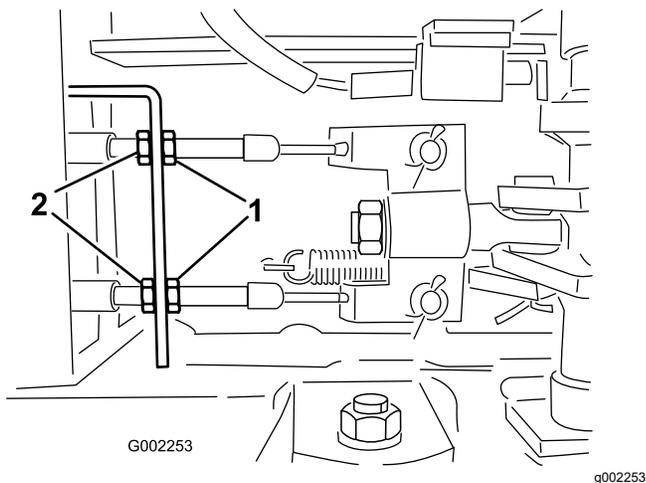

Figura 102
5. Afloje las contratuercas delanteras de los cables de freno, debajo del extremo delantero del fumigador (Figura 102).
6. Apriete las contratuercas traseras en la misma cantidad hasta que el pedal de freno recorra entre 1 a 2 cm ( $\frac{1}{2}$ " a 1") antes de que se note resistencia (Figura 102).